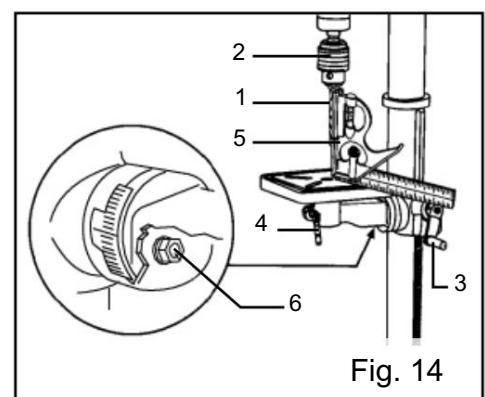

Fig. 14
TABLE D'ÉQUILIBRAGE DU FORET (FIG. 14)
1. Insérez un foret de 3" de long (Fig. 14 - 1) dans le mandrin (Fig. 14 - 2) et serrez les mâchoires avec la clé de mandrin.
2. Soulevez la table à l'aide de la manivelle (Fig. 14 - 3). Verrouillez la table (Fig. 14 - 4) à environ 1" en dessous du foret.
4. Si un réglage est nécessaire, desserrez le boulon de verrouillage du biseau (Fig. 14 - 6) à l'aide d'une clé.